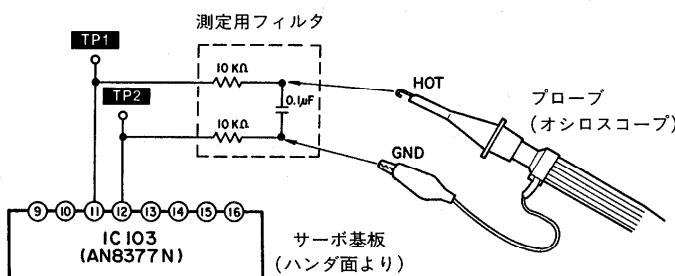

図1
- 測定用フィルタ (図1参照)
注：サーボ基板のハンダ面へのオシロスコープのプローブの接続は、図1を参照してください。